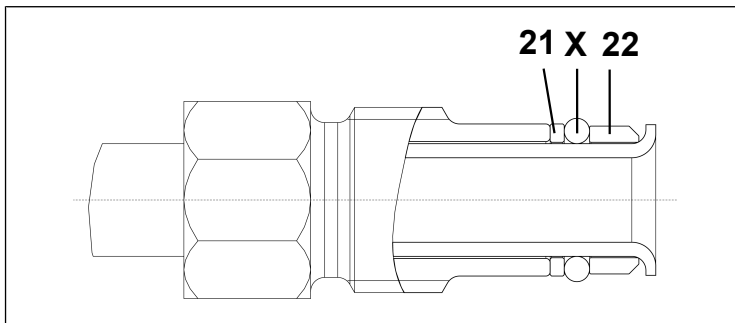

Fig.17: Placement correct du joint torique
i Lors du remplacement des joints toriques, veillez à bien positionner les nouveaux joints toriques (entre manchon (22) et coussinet de glissement (21 ; voir Fig. 17).